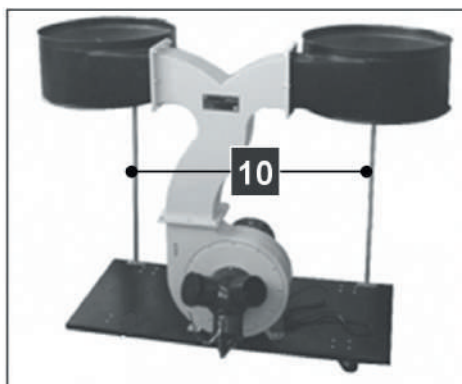

Рис. 23
- Закрепите болтами две опоры (10), совместив отверстия в нижних концах опор с отверстиями в основании (рис. 23).